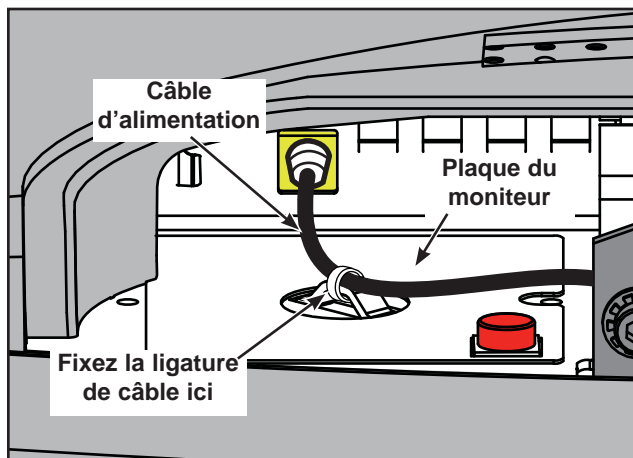

Figure 25
- G. Fixez le câble d'alimentation à la plaque du moniteur à l'aide de la ligature de câble (G). Reportez-vous à la figure 25.